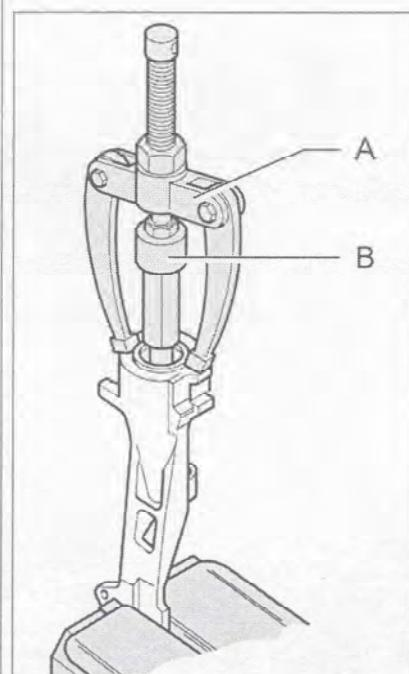

Рис. 7.239. Извлечение шарикоподшипника из поводка рычага включения передачи заднего хода.
3. Извлечение шарикоподшипника из поводка рычага включения передачи заднего хода проводится с помощью съемника Kukko 21/2 (В) с опорами Kukko 22/1 (А) (рис. 7.239).